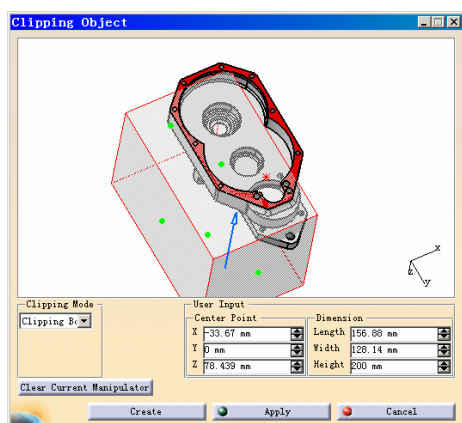

图 6-223
- 通过修改三维窗口右下角的坐标尺寸来控制裁剪平面的大小。此方法可以精确定位裁剪边界，如图 6-223 所示。